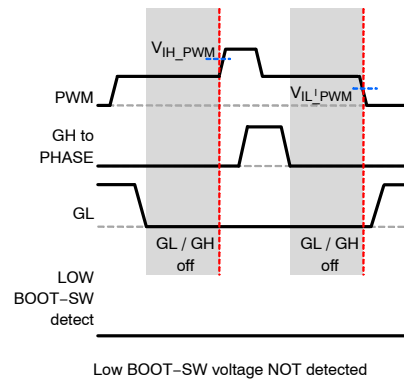

图 35. 未检测到较低的BOOT-SW电压并且PWM从三态变为高电平或低电平
- 如果未检测到低BOOT-SW电压状况，在退出三态时，SPS执行PWM指令(参见图35)。